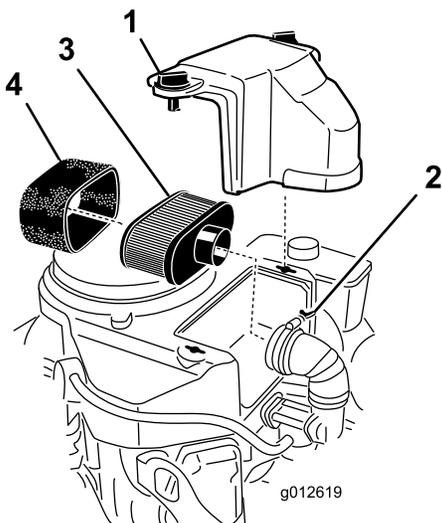

図 41
3. エアクリーナを外したときエンジン内部に異物が入らないよう、周辺をきれいに拭く(図 41)。
4. エアクリーナのカバーのノブのねじをゆるめてカバーを外す(図 41)。
5. エアクリーナのホースクランプをゆるめてエアクリーナアセンブリを外す(図 41)。
6. ペーパーエレメントからスポンジエレメントを注意深く取り外す(図 41)。
注 汚れがひどい場合には、新しいペーパーエレメントに交換する(図 41)。
1. ペーパーエレメントにスポンジエレメントを注意深く取り付ける(図 41)。
2. エアクリーナのベース、またはホース、にエアクリーナアセンブリを取り付けて固定する(図 41)。
3. エアクリーナのカバーを取り付け、ノブを締め付けて固定する(図 41)。